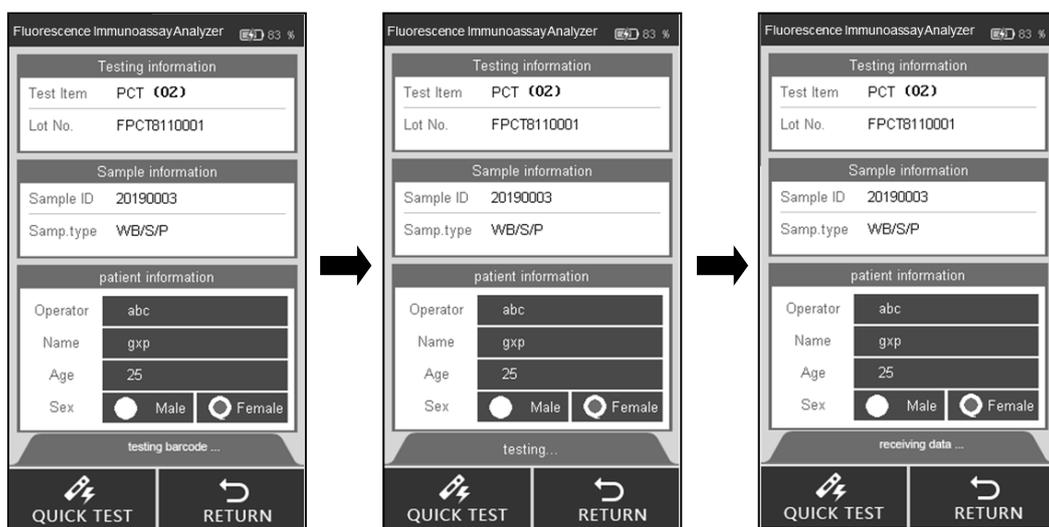

Fig. 33
Étape 7 : insérer la cassette de test (après incubation) dans la fente et cliquer sur "**Quick TEST**" ou appuyer sur le bouton Accueil. (Voir Fig. 33)